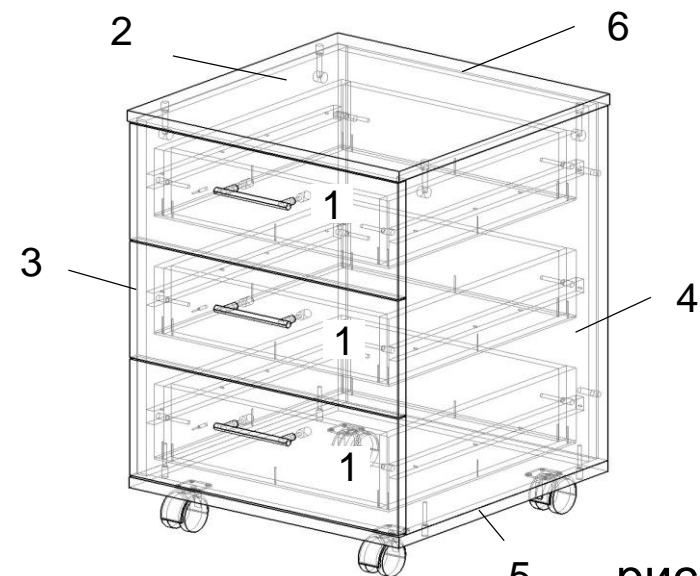

рис. 2
- Соберите корпус тумбы (рис. 2). Закрепите стойку 3 и дно 5 с помощью евровинтов (б). Соедините заднюю панель 6 и стойку 3 шкантами (в). Также соедините стойку 4 к панели 6 и дну 5. Закрепите крышку 2 к стойкам 3, 4 эксцентриковой стяжкой (а). Установите колесные опоры (г) к дну 5 шурупами (е) в указанных точках.